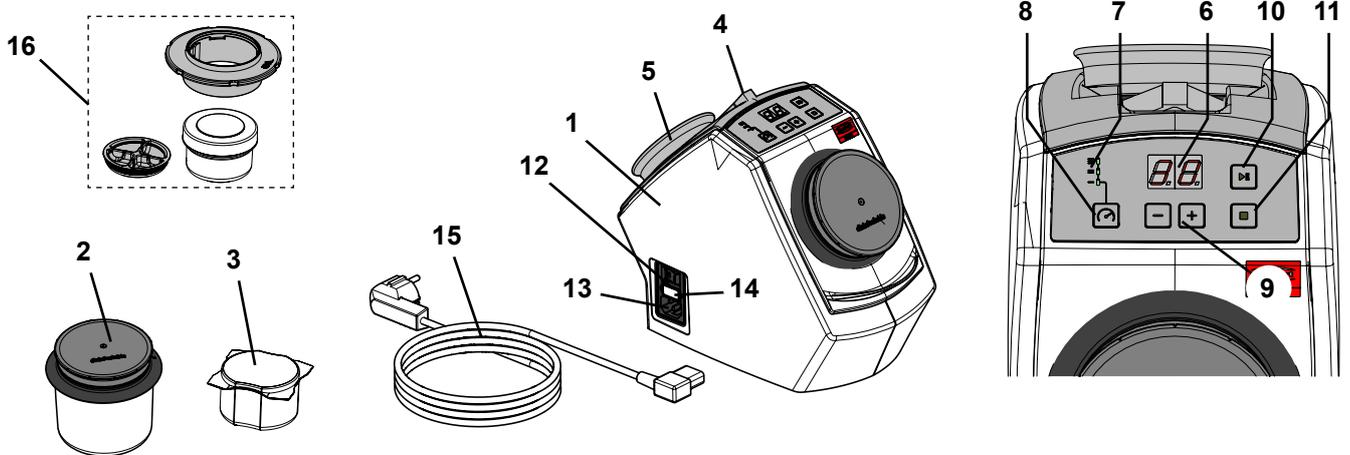

Abb. 1
- ▶ Der Haltemagnet (Abb.1, Pos.5) enthält Blei
- ⇒ Platzieren Sie die beiliegende Pinzette und den Haltemagneten in den Haltemulden auf der Geräterückseite (Abb. 1).
- ⇒ Wählen Sie das Netzkabel (15, Abb. 1) mit dem in Ihrem Land passenden Netzstecker.
- ⇒ Netzkabel in Netzanschluss (13, Abb. 1) einstecken.
- ⇒ Schalten Sie das Gerät am Netzschalter (12, Abb. 1) ein.
- ⇒ Befüllen Sie den Reinigungsbecher (2, Abb. 1) mit 75 g Reinigungsnadeln (entspricht einer Verpackungseinheit).
- ⇒ Befüllen Sie den SYMPRO Mini-Becher (Zubehör) (16, Abb. 1) mit ~ 5 g Reinigungsnadeln.